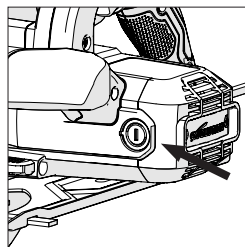

Рис. 17
- **(Рис. 17)** Соблюдайте осторожность, колпачки оснащены пружиной.